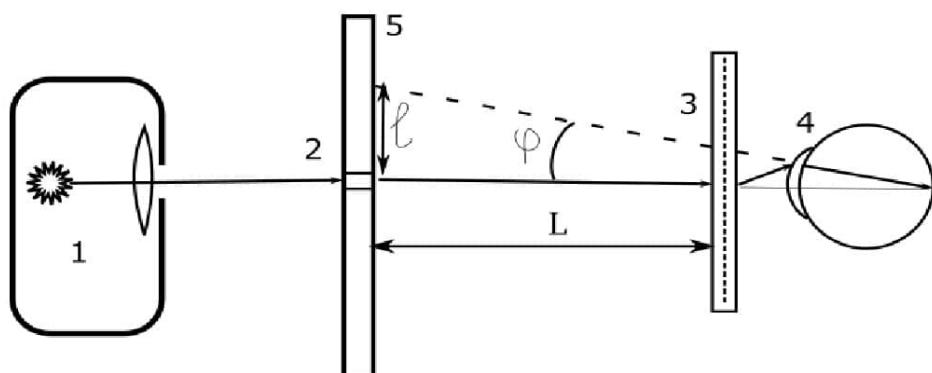

Рис. 5
Оптическая схема установки показана на рис.5. Все элементы установки помещаются в стойках на оптической скамье.
решетку 3. Дифракционная картина наблюдается непосредственно глазом 4 на экране 5. Максимум нулевого порядка (центральный) совпадает со щелью. Но обе стороны от нее расположены главные максимумы первого, второго и т.д. порядков. На экране находится отсчетная линейка. Из рис.5 видно, что
- На оптическую скамью (рис. 5) устанавливаем ртутную лампу 1, дающую линейчатый спектр, экран 4 со щелью 2 и дифракционную решетку 3.
1. На оптическую скамью (рис. 5) устанавливаем лампу накаливания 1, дающую сплошной спектр, экран 4 со щелью 2 и дифракционную решетку 3. Постоянная решетки указана на ее корпусе.
4. Устанавливаем исследуемый светофильтр 5 (рис. 5) и записываем его цвет в табл. 2.